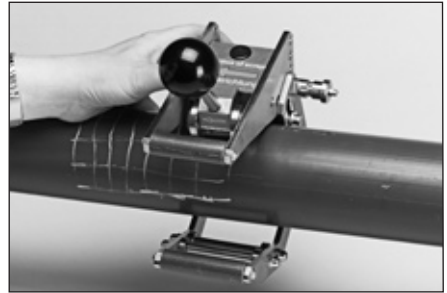

Abb. 2
- Das Oberteil (2) und das Unterteil (1) können jetzt aufgeklappt und zueinander verschoben werden, bis die gewünschte Rohrdimension erreicht ist.
- Bringen Sie das Gerät so auf das PE-Rohr auf, dass die vier Laufrollen (11) und das Schälmesser (10) auf dem zu schälenden Rohrbe- reich aufliegen (siehe Abb. 2).